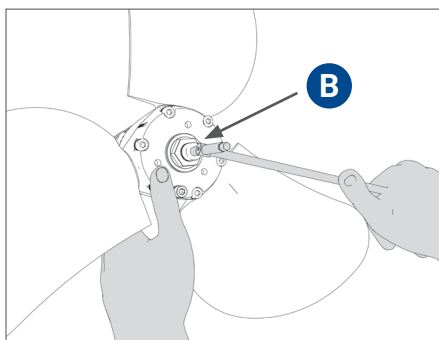

FIG. 5 Visser le boulon de sécurité (Sail-Drive)
- Un boulon de sécurité avec une rondelle spéciale anti-desserrage **B** est fourni et doit être vissé après avoir effectué le serrage de l'écrou **A** (**Fig. 5**).